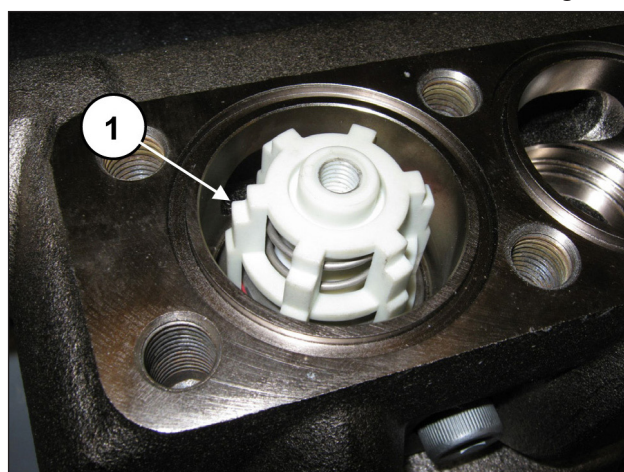

Fig. 157
Pousser à fond le groupe soupape qui devra se présenter comme suit, rep. ①, Fig. 157.